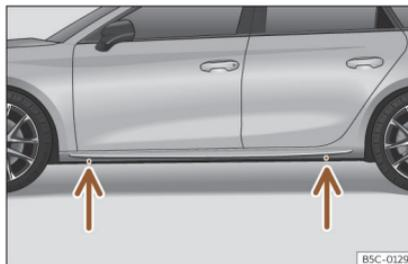

Fig. 42 Puntos de apoyo del gato.
- Busque en el larguero la marca del punto de apoyo del gato (zona hundida) más cercano a la rueda a cambiar»» fig. 42.